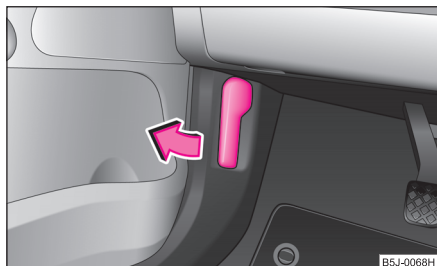

Fig. 154 Maneta de deblocare a capotei motorului
- Trageți maneta de deblocare din parte stângă de sub bord ⇒ fig. 154.
- Deblocați capota motorului ⇒ fig. 154.